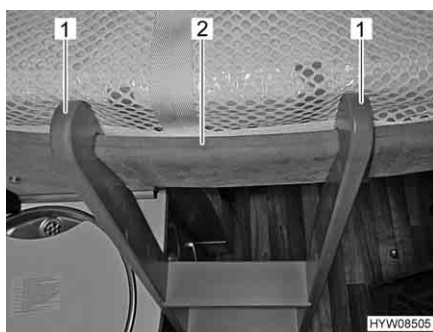

Fig. 63 Scaletta di accesso (agganciata)
- Agganciare la scaletta di accesso con le due staffe (Fig. 63,1) nella barra di presa (Fig. 63,2) al letto basculante.
- Staccare la scaletta di accesso dalla barra di presa (Fig. 63,2) nel letto basculante.